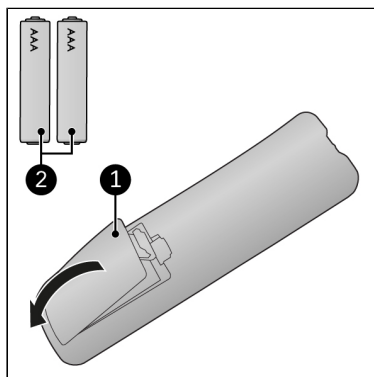

Figura 16
1. Scoateți capacul (Figura 16, poz. 1).
3. Introduceți două baterii (AAA 1,5 V) (Figura 16, poz. 2) conform marcajelor din compartimentul pentru baterii. Asigurați-vă că introduceți bateriile corect.